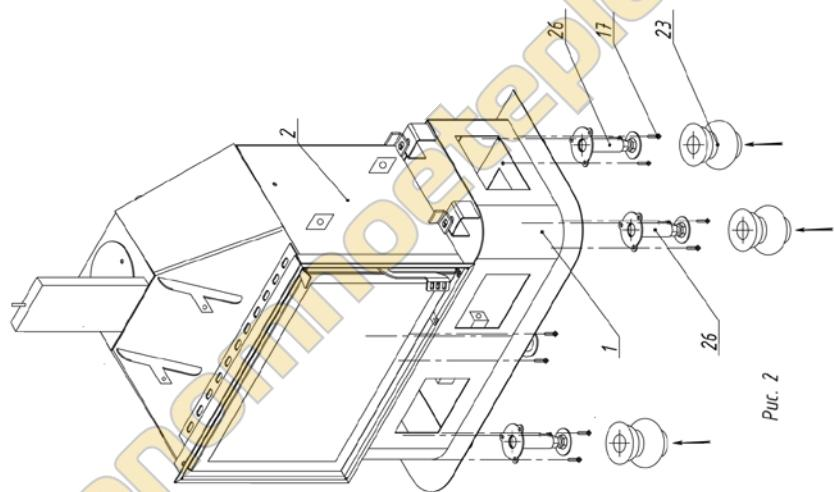

Рис. 2
3. Ножки 23 отдаляются на опоры 26 (Рис. 2)